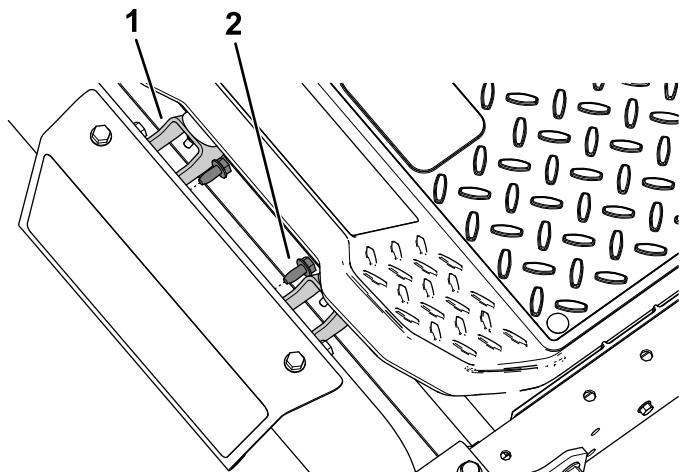

Figure 1
1. Si votre machine est équipée d'une **plate-forme MyRide™**, retirez les 2 vis autotaraudeuses (5/16" x 3/4") existantes de fixation des supports d'amortisseur (Figure 1).